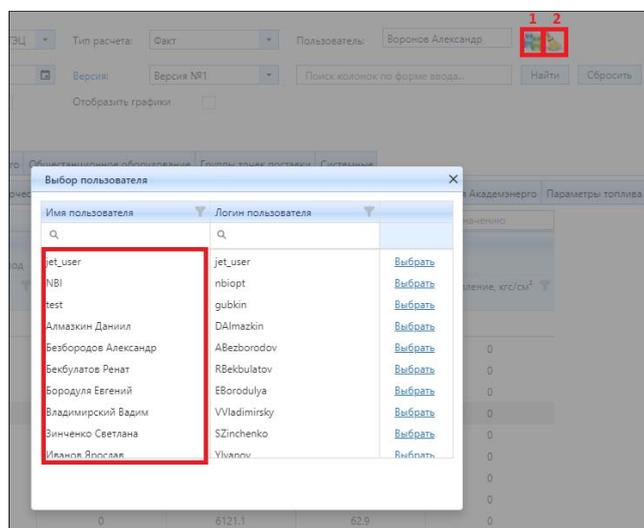

Рисунок 3.2.12 – Окно выбора пользователя
станцию, модель, дату, тип расчета и нажать на кнопку (1) (рис. 3.2.12) и выбрать из списка пользователя, у которого необходимо скопировать форму ввода. Для того, чтобы очистить поле «Пользователь» необходимо нажать на кнопку (2) «Очистить» (рис. 3.2.12).